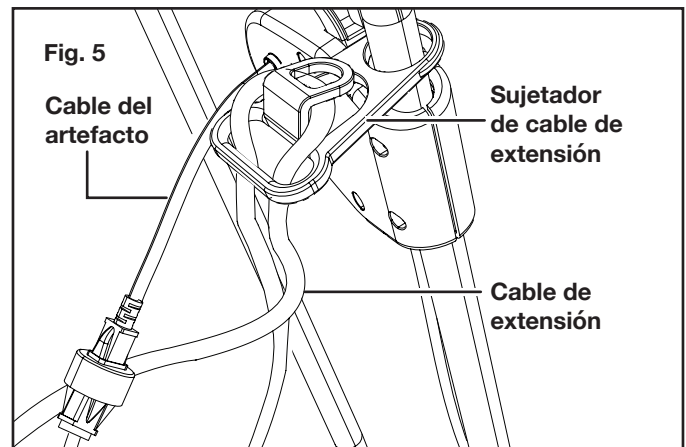

Fig. 5
2. Empuje un bucle del cable de extensión a través de la ranura del sujetador de restricción del cable de extensión, desde el lado opuesto y alrededor del gancho de sujeción. Conecte el cable del artefacto al cable de extensión (Fig. 5).